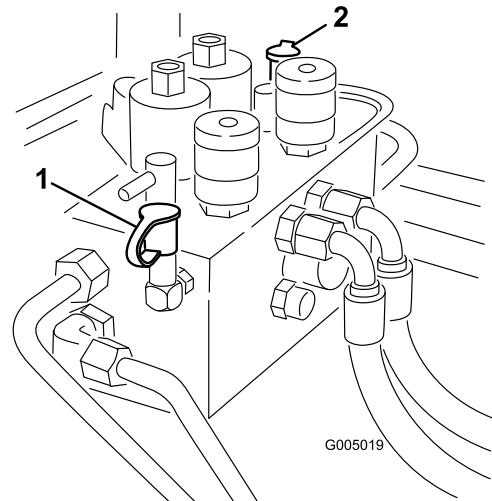

図 79
2. テストポートB (図 79) は、前カッティングユニットの油圧回路の故障探究用です。
3. テストポートC (図 79) は、後カッティングユニットの油圧回路の故障探究用です。